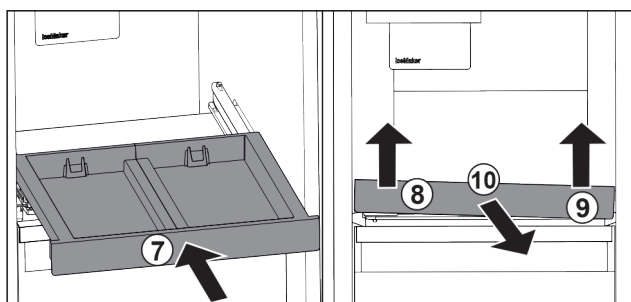

Fig. 86
- ▶ Skjut in utdragshyllan. Fig. 86 (7)
- ▶ Lyft utdragshyllan fram till vänster. Fig. 86 (8)
- ▶ Lyft utdragshyllan fram till höger. Fig. 86 (9)
- ▶ Ta ut utdragshyllan framåt. Fig. 86 (10)